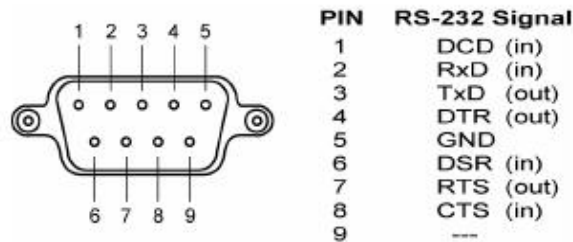

图 2.5 RS232 接口管脚排列
- RS-232 接口，我们使用了其中的 3 根线 RXD、TXD、GND，管脚排列如图 2.5 所示。